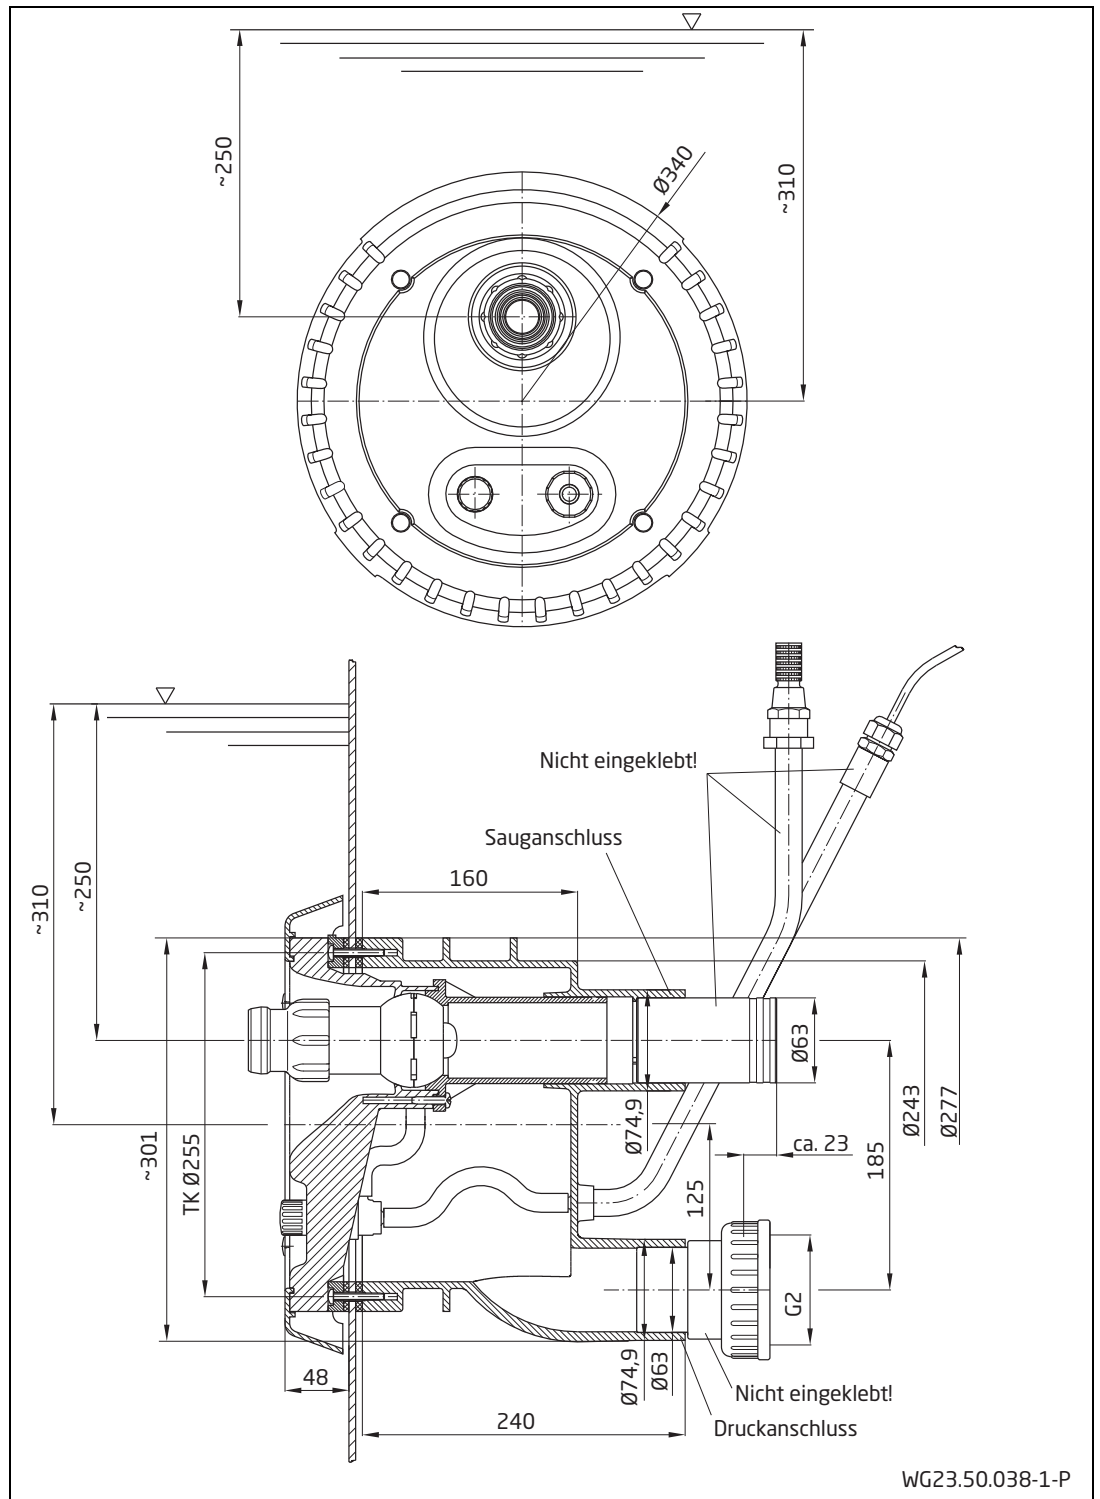

Abb.11
1. Einkleben des Kabelschutzschlauches und des Luftleitungsschlauches (Abb. 11).